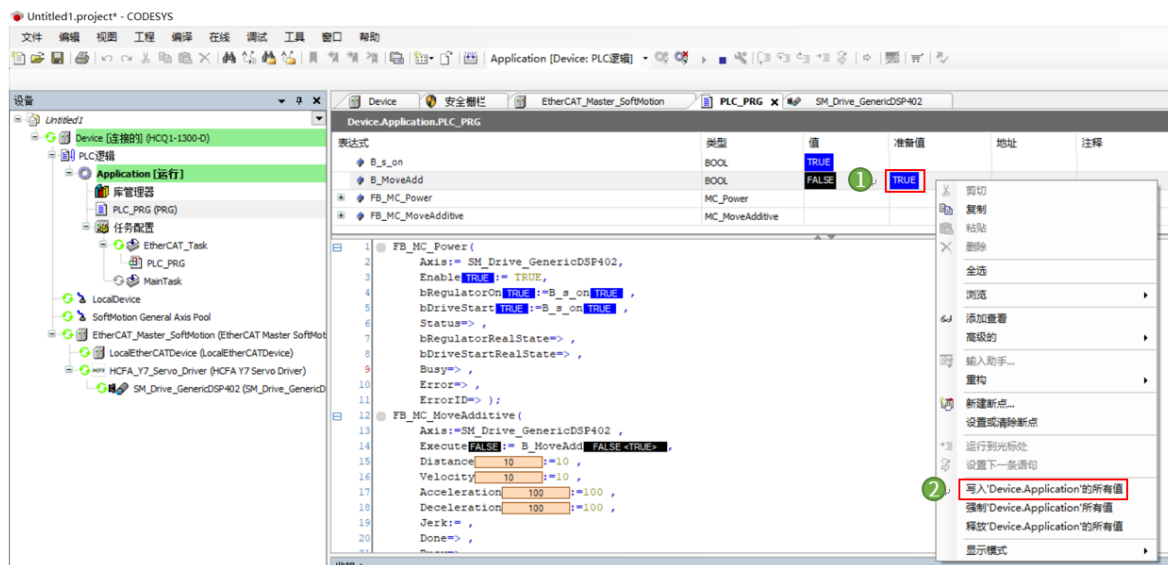

图13-21 电机试运行
3. 同样方法, 如图13-21所示, 操作B_Moveadd变量后, 电机正转一圈。至此电机试运行结束。